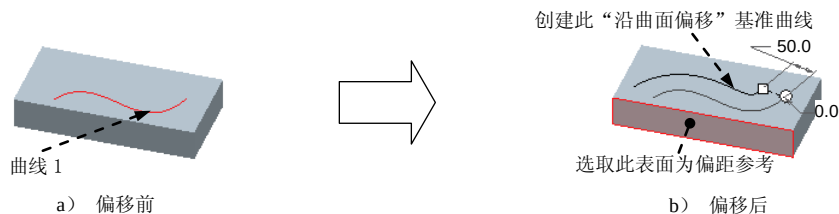

图 3.3.15 沿曲面创建偏移基准曲线
可以沿曲面对现有曲线进行偏移来创建基准曲线，可使用正、负尺寸值修改偏移方向。如图 3.3.15 a 所示，曲线 1 是实体表面上的一条草绘曲线，现需要创建图 3.3.15 b 所示的偏距曲线，操作步骤如下：
Step4. 此时操控板中的“沿参考曲面偏移”类型按钮  自动按下，选取图 3.3.15b 所示的模型表面，并在操控板的文本框中输入偏移距离值 50.0，此时即产生图 3.3.15 b 所示的曲线；单击“完成”按钮 。